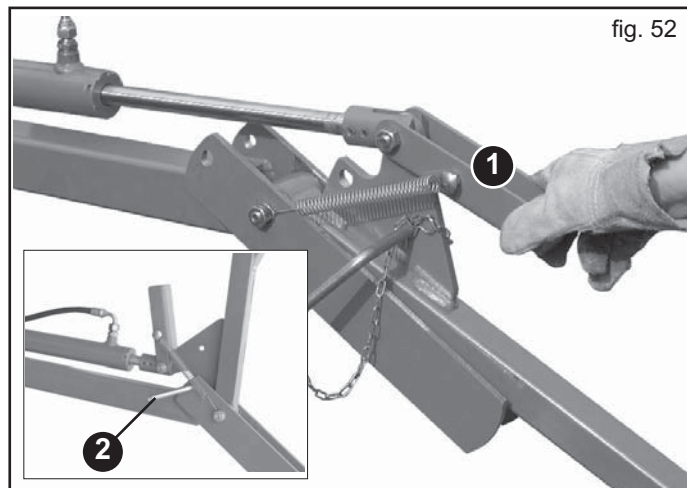

fig. 52
- 2) Levantar el soporte de fijado (1, Fig. 52).
- 3) Accionar la instalación hidráulica para levantar totalmente la grada cubresemilla en posición de transporte, bloqueándola con los pestillos de seguridad (2, Fig. 52) y asegurarlos con los correspondientes pasadores. **Los pestillos de seguridad se introducen desde el interior de la máquina hacia su exterior, de lo contrario se dañarían debido al levantamiento del carro posterior.**